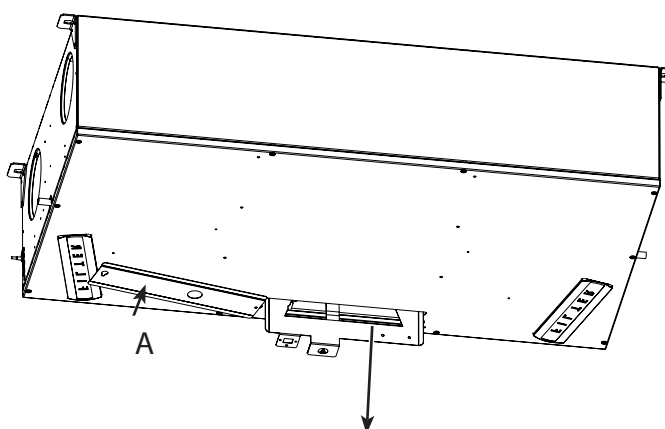

Fig. 22
Den inbyggda styrenheten erbjuder flera alternativ för anslutning av ytterligare extern utrustning. Du kommer åt styrenheten genom att vrida krets-kortslocket (A) på enheten hela vägen runt tills det öppnas som bild 22 visar.